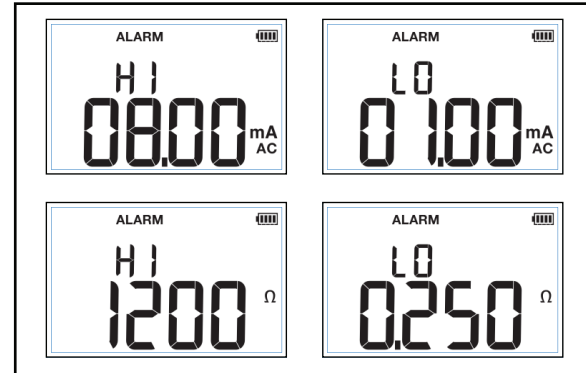

Figura 2. Funções do alarme
1. Pressione **SETUP** até que **ALARM** (ALARME) seja exibido no visor. Veja a figura 2.